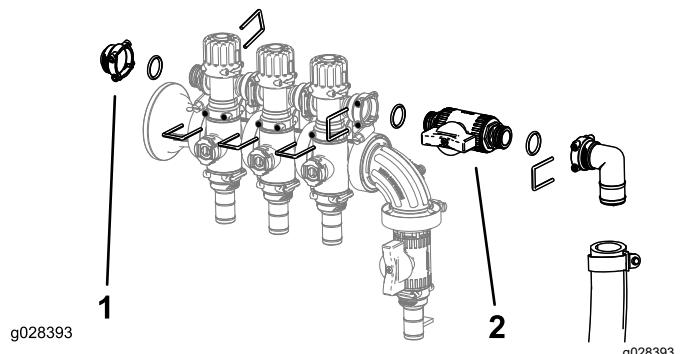

Figura 12
7. Instale el conjunto de válvulas de los brazos, el conector hembra, las juntas tóricas, la válvula de cierre, el acoplamiento y la manguera usando las horquillas de retención que se retiraron anteriormente, según se muestra en Figura 12.